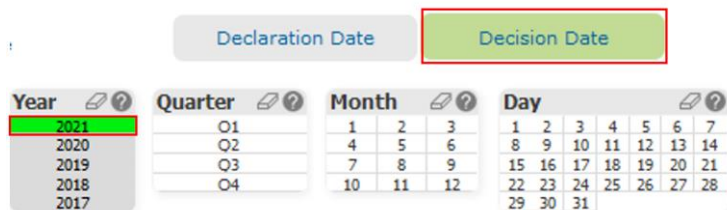

Abbildung 30: Bereich für das Filtern nach Zeiteinheiten (Jahr, Quartal, Monat, Tag)
1. Klicken Sie zunächst über dem Bereich für das Filtern nach Zeiteinheiten (Jahr, Quartal, Monat, Tag) die Schaltfläche für das Abfertigungsdatum (*Decision Date*) und dann das Jahr 2021 aus (siehe rot umrandete Flächen in Abbildung 30). Nähere Erläuterungen zu dem Bereich finden Sie unter Punkt 3.3 Anzeigen und Filtertools.